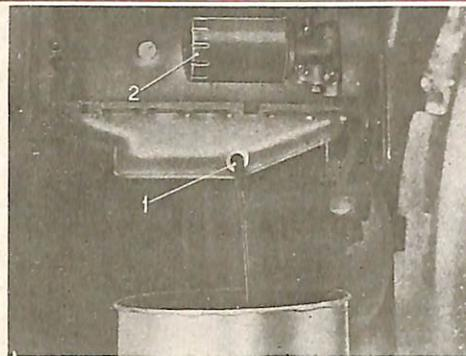

Fig. 6 - Drenagem do óleo do cárter, vendo-se o bujão de drenagem (1) e filtro de óleo lubrificante (2)
- Troca de óleo do cárter e filtro lubrificante - Após certo número de horas de funcionamento, o óleo vai perdendo a viscosidade, isto é, vai se tornando mais "fino" e perdendo a capacidade de lubrificação, devendo então ser substituído. A drenagem do óleo (Fig.6) deve ser realizada com o motor quente, o que facilita o seu esgotamento total. Ao mesmo tempo em que se troca o óleo do cárter, substitui-se o elemento de filtro. Em muitos tratores ele é desenroscado e, em seguida, rosca com a mão, unicamente. Após a colocação do elemento é interessante fazer girar o motor com a bomba injetora estrangulada. Assim se procede até formar pressão no sistema, fazendo-se o motor pegar em seguida.